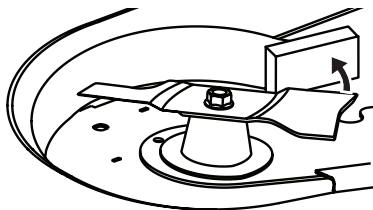

Fig. 63
1. Empêchez la lame de tourner dans le sens antihoraire pendant l'entretien en plaçant un bloc de bois entre la lame et le carter du plateau de coupe (Fig. 63), ou enroulez un chiffon autour d'une extrémité de la lame et portez des gants épais pour saisir fermement la lame.